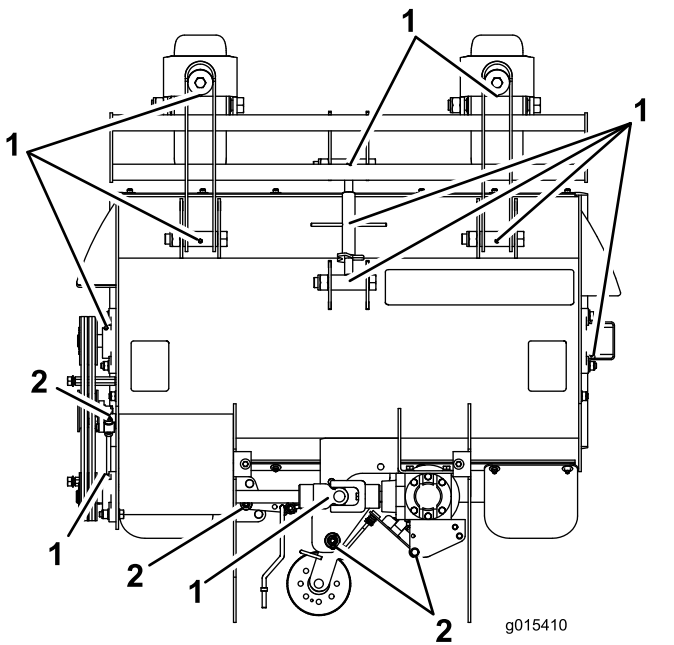

Figura 5
6. Cada 400 horas de funcionamiento, desmonte los puntos que se muestran en la Figura 5 y aplique grasa antiadherente.